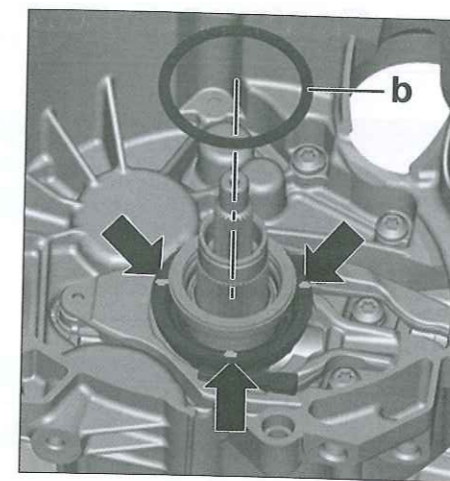

Fig. 12
- Fijar la arandela de reglaje (B) con 3 gotas de cola (Fig.12)